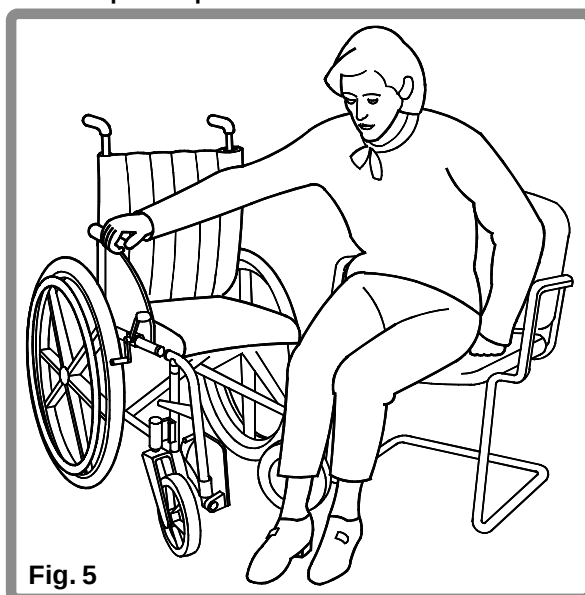

Fig. 5
3. Où que possible, positionnez votre fauteuil suivant les illustrations (Figs. 5 et 6).